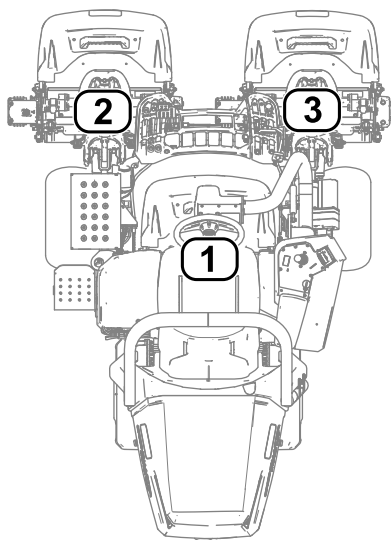

Figure 27
- **1** correspond à l'unité de coupe centrale (Figure 27)
- **2** correspond à l'unité de coupe avant gauche (Figure 27)
- **3** correspond à l'unité de coupe avant droite (Figure 27)